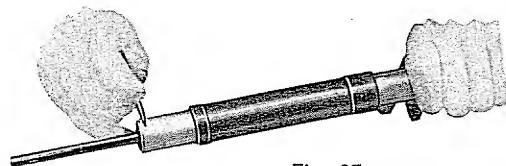

Fig. 27
Per togliere il tappo serbatoio (tav. 2° - T-M) premere con un punteruolo o chiodo appuntito il pulsantino di tenuta (fig. 27) svitando completamente.
To remove the magazine tube cap with shaft (T-M - table 2) press with a punch or pointed nail the cap retaining spring plunger (fig. 27); unscrew. Withdraw cap, spring and magazine follower.
*Pour enlever le bouchon du tube magasin, (table 2 - pièces T-M) chasser avec un poinçon le ressort qui tient le bouchon, dévisser (fig. 27). Enlever le ressort et le pousoir du magasin.*
- a) Togliere il tappo serbatoio come descritto a pag. 19 fig. 27.
- a — unscrew magazine tube cap (page 20, fig. 27).
- a — enlever le bouchon du tube magasin (page 20 - fig. 27)*
Vale a dire riportare la posizione del tappo come a fig. 27.